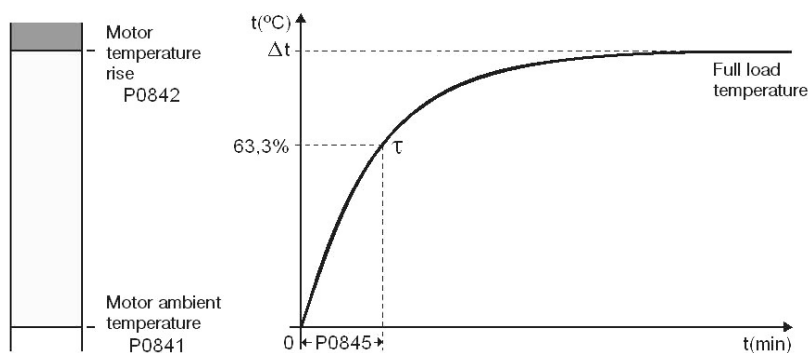

Рисунок 15.9: Постоянная нагрева двигателя для номинального тока
■ P0845 настраивает постоянную нагрева двигателя, как показывает Рисунок 15.9.